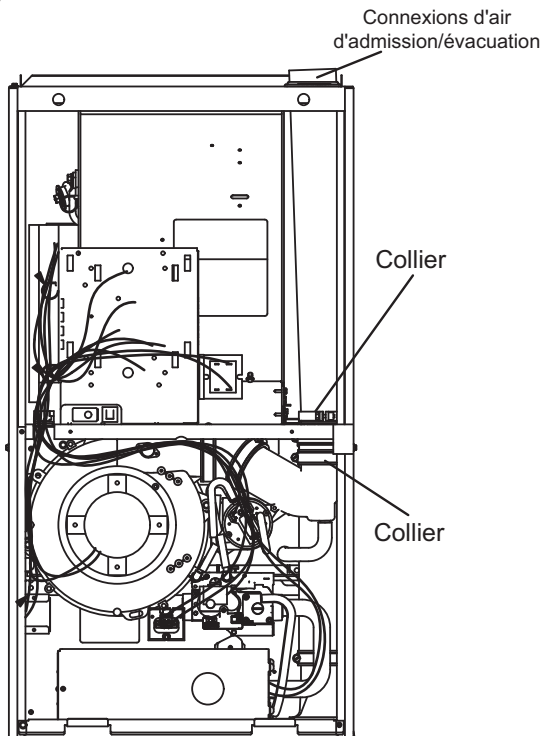
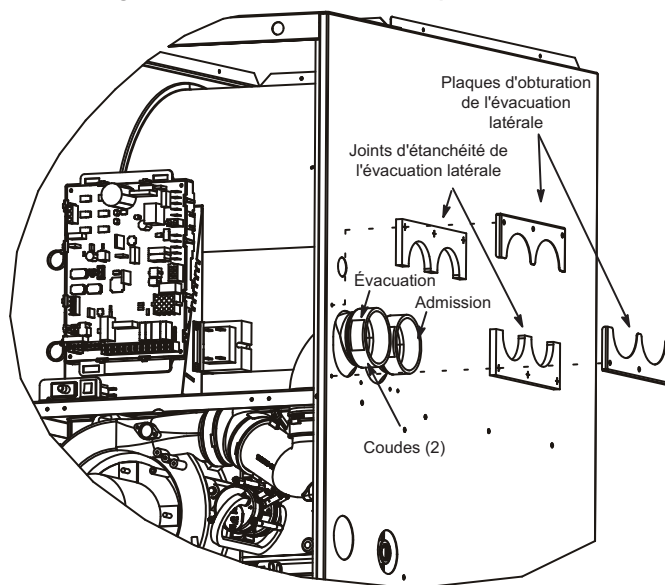

FIGURE 19
FIGURE 22
Le EL297DFV est livré avec un raccord d'évacuation/d'admission d'air au niveau du capuchon supérieur. Voir FIGURE 19. À l'aide des pièces fournies, l'appareil peut être modifié sur place pour que ces connexions soient situées sur le côté droit de l'enceinte. Voir FIGURE 22 et suivre les étapes ci-dessous. Pour l'évacuation du côté gauche, commander l'ensemble 87W73.
- 2 - Desserrer les colliers de serrage qui fixent les raccords en caoutchouc aux tuyaux en PVC blanc à l'intérieur de la zone du vestibule. Voir FIGURE 19.
- 3 - Desserrer le collier qui fixe les tuyaux au support du ventilateur. Voir FIGURE 19.
- 11 - Retirer la protection des joints d'étanchéité de l'évacuation latérale (2) et les appliquer sur les plaques d'étanchéité de l'évacuation latérale (2) comme illustré à la FIGURE 22.
12 - Installer les plaques d'étanchéité de l'évacuation latérale et les joints sur l'extérieur de l'enceinte, comme illustré à la FIGURE 22. Fixer avec six vis (quatre réutilisées et deux fournies dans le sac). Les trous sont préperçés dans les pièces et l'enceinte, aucun perçage n'est nécessaire.